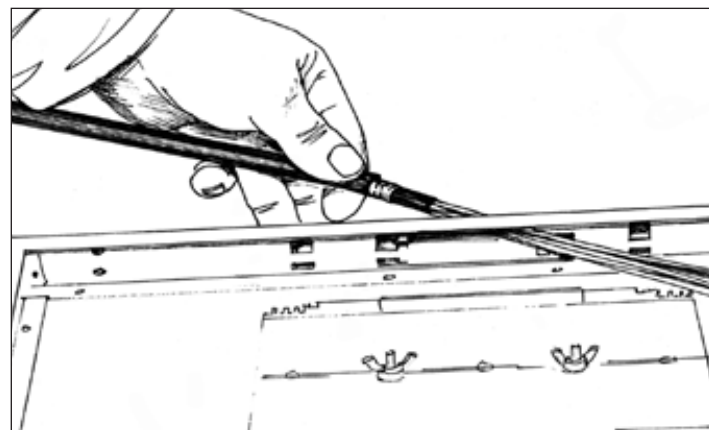
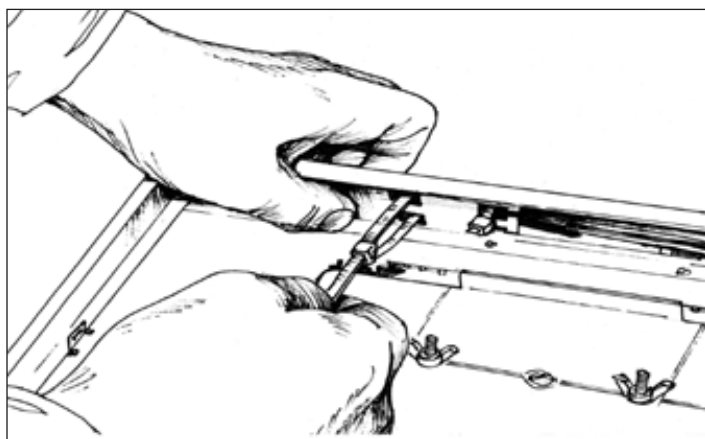

Рис. 3.4. Ввод кабеля в шкаф
Рис. 3.5. Крепление кабеля стяжками
3.1.5. Вводят конец кабеля через специальное отверстие в шкаф (Рис. 3.4) и закрепляют сердечник стяжками или металлическим хомутом к пазам шкафа (Рис. 3.5).